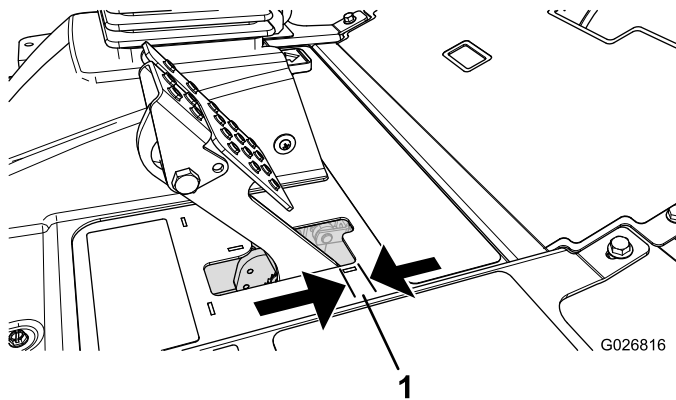

Figure 66
Régalez les freins si la garde à la pédale de frein est supérieure à 2,5 cm (Figure 66) ou si la force de maintien offerte est insuffisante. La garde est la distance parcourue par la pédale de frein avant que le freinage soit ressenti.
2. Serrez l'écrou arrière afin de pouvoir déplacer le câble en arrière jusqu'à obtention d'une garde de 6 à 13 mm (Figure 66), avant le blocage des roues.